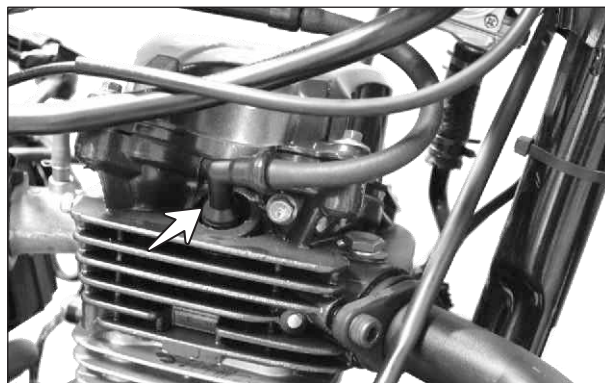

Fig. 3.1
- Apague el vehículo y retire la bujía. (Fig. 3.1)